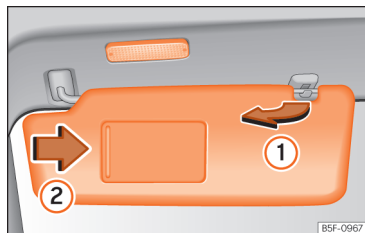

Abb. 126 Sonnenblende.
- Die Sonnenblende kann aus der Halterung herausgezogen und zur Tür » Abb. 126 ① geschwenkt werden.